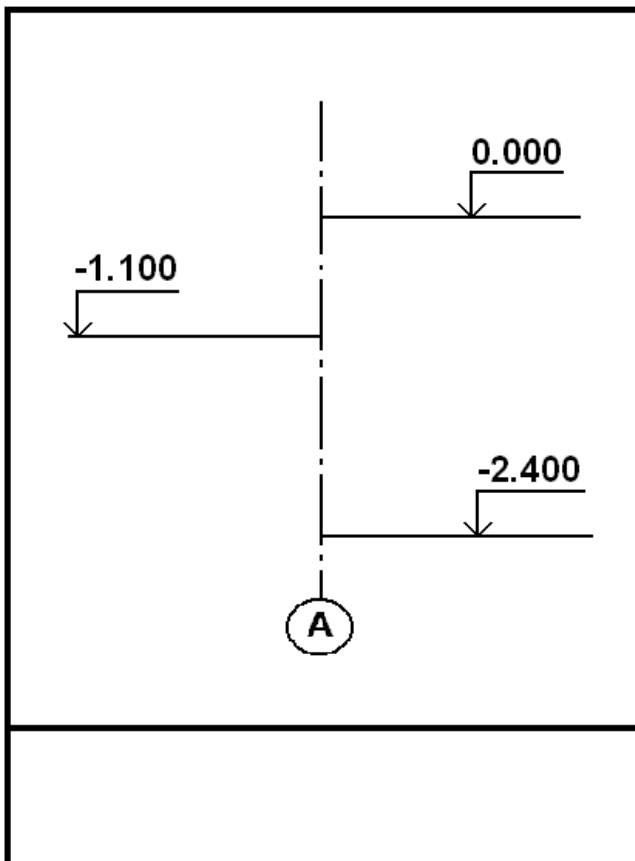

Рисунок 2 – Вычерчивание отметок
3. От отметки 0.000 вниз откладывается в масштабе 1:20 уровень спланированной поверхности земли и уровень пола подвала (рисунок 2).